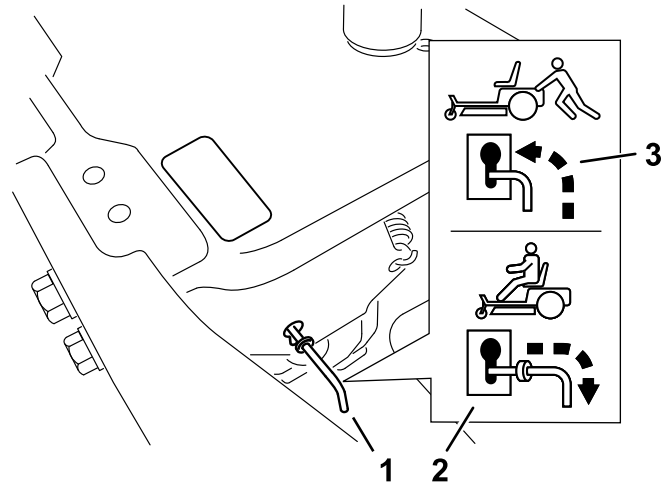

Bild 30
4. Schieben Sie die Bypasshebel nach vorne durch den Schlitz und nach unten, um sie zu arretieren (Bild 30).
Schieben Sie die Bypasshebel nach hinten durch das Schlüsselloch und nach unten, um sie zu arretieren, wie in Bild 30 abgebildet.